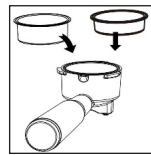

Рис. 5
- Вставьте один из фильтров для кофе (26) в держатель фильтра (4), совместив выступ на фильтре (26) с прорезью в держателе фильтра (4) и поверните фильтр (26) по/против часовой стрелки (рис. 5). Во время подготовки кофеварки к работе не засыпайте молотый кофе в фильтр (26).